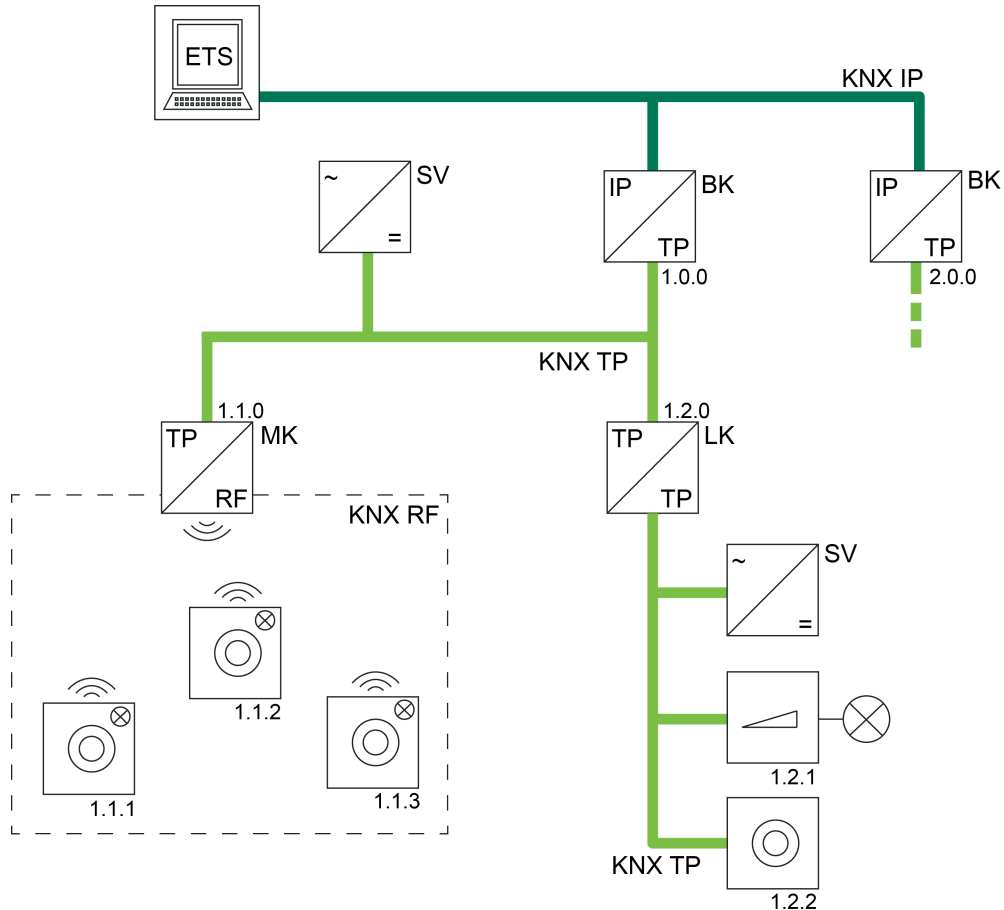

Bild 44: Beispiel einer möglichen KNX-Topologie mit einer KNX IP-Verbindung der ETS (KNX/net IP)
- Verwendung einer KNX IP Datenschnittstelle (KNX/net IP) (Bild 44):